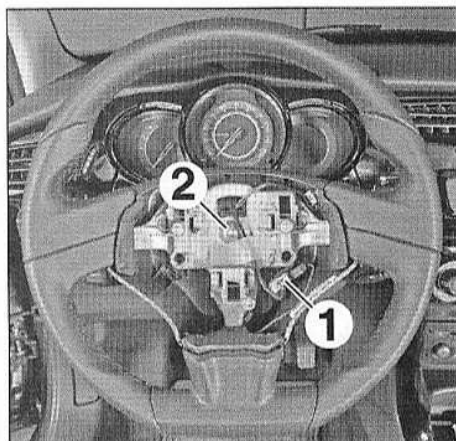

FIG.1
- Débrancher le connecteur (1) (Fig.1).
- Desserrer la vis (2) Torx (T50) de quelques filets.
- Déposer la vis (2) puis le volant de direction en prenant soin de ne pas endommager les faisceaux électriques lors de leur passage à travers le volant.